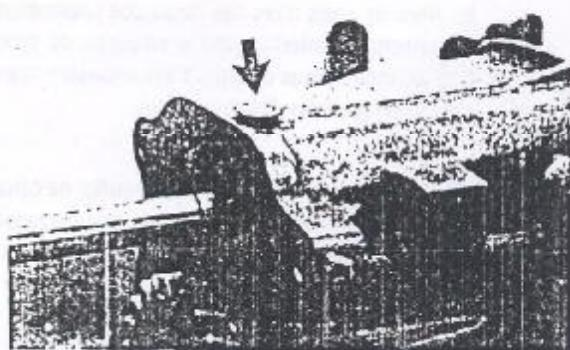

Figura 3.01.8 - Bujão do mecanismo de trava da haste
19. Remover o bujão do conjunto de trava da haste deslizante do mecanismo seletor (Figura 3.01.8). Remover a seguir a mola e a estera.
10. Instalar a estreita e a mola do conjunto de trava da haste deslizante e instalar o respectivo bujão (Figura 3.01.8).